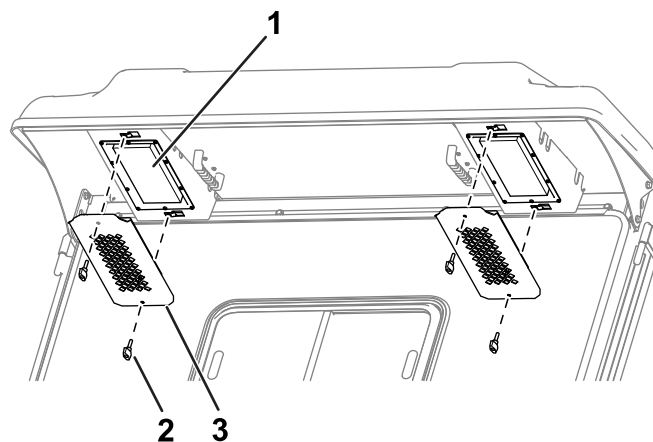

Рисунок 126
1. Снимите ручки и решетки с задней выступающей части кабины (Рисунок 126).
4. Установите фильтр в кабину с помощью ручек и решеток (Рисунок 126).